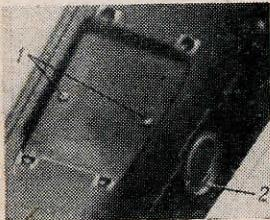

Рис. 90. Места крепления штатива и щитка прижима пленки
**Расслаблено штативное гнездо.** При исправлении отвинчивают кольцевую гайку 2 (рис. 90), снимают гнездо, места крепления очищают от загрязнения, затем гнездо вставляют на место и хорошо затягивают при помощи специального ключа, который своими уступами входит в прорези для затягивания кольцевой гайки.